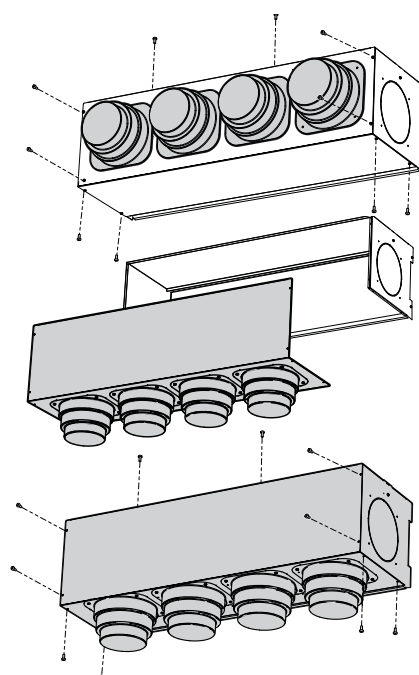

Fig.6
- Rimuovere le dieci viti di fissaggio dell'accessorio PM\_V (fig.6).
- Ruotare la flangia verso il basso e fissarla con le viti rimosse al punto precedente (fig.6)